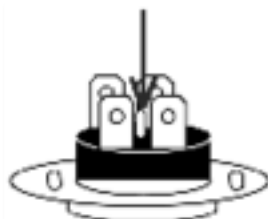

Рисунок 6
5. Водонагреватель оснащен термовыключателем (рисунок 6), который прекратит подачу электроэнергии к ТЭНу, при перегреве воды. Если водонагреватель включен в сеть, но не происходит нагрев воды и не горит индикаторная лампочка, значит, отключился или не был включен термовыключатель. Для возврата водонагревателя в рабочее состояние необходимо: